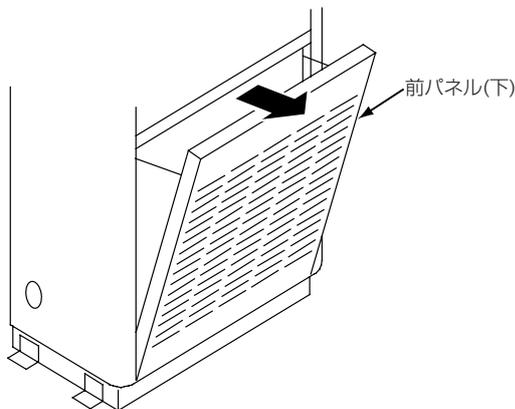

図1
- ①前パネル（下）を手で手前に倒してください。…図1
- ①前パネル（下）を手で手前に倒してください…図1
- ②製品本体と前パネル（下）に取付いているストリング（左右2本）のフックを手で取外した後、前パネル（下）を製品本体から取外してください。…図1